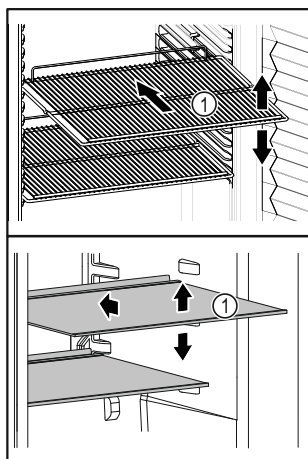

Fig. 80 Représentation à titre d'exemple
- ❑ Si les surfaces de rangement Fig. 80 (1) sont mobiles, les régler en hauteur.